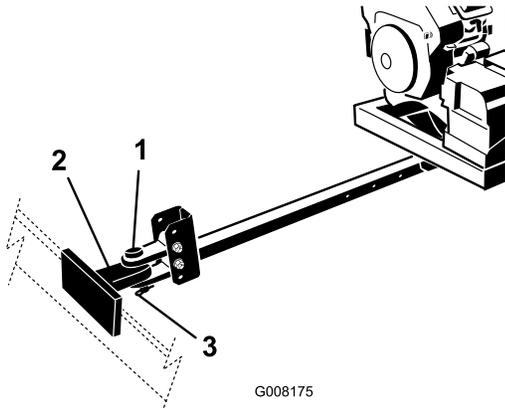

Figura 8
- Ligue o engate da forquilha do soprador ao engate do veículo de reboque com o pino de engate e o contrapino (Figura 8).